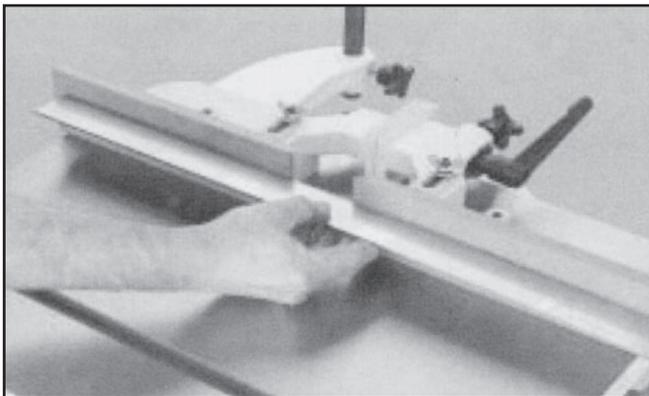

Figura 14. Use una regla para revisar la valla
4. Sostenga la regla a través de ambas caras de la valla como se muestra en la Figura 14.